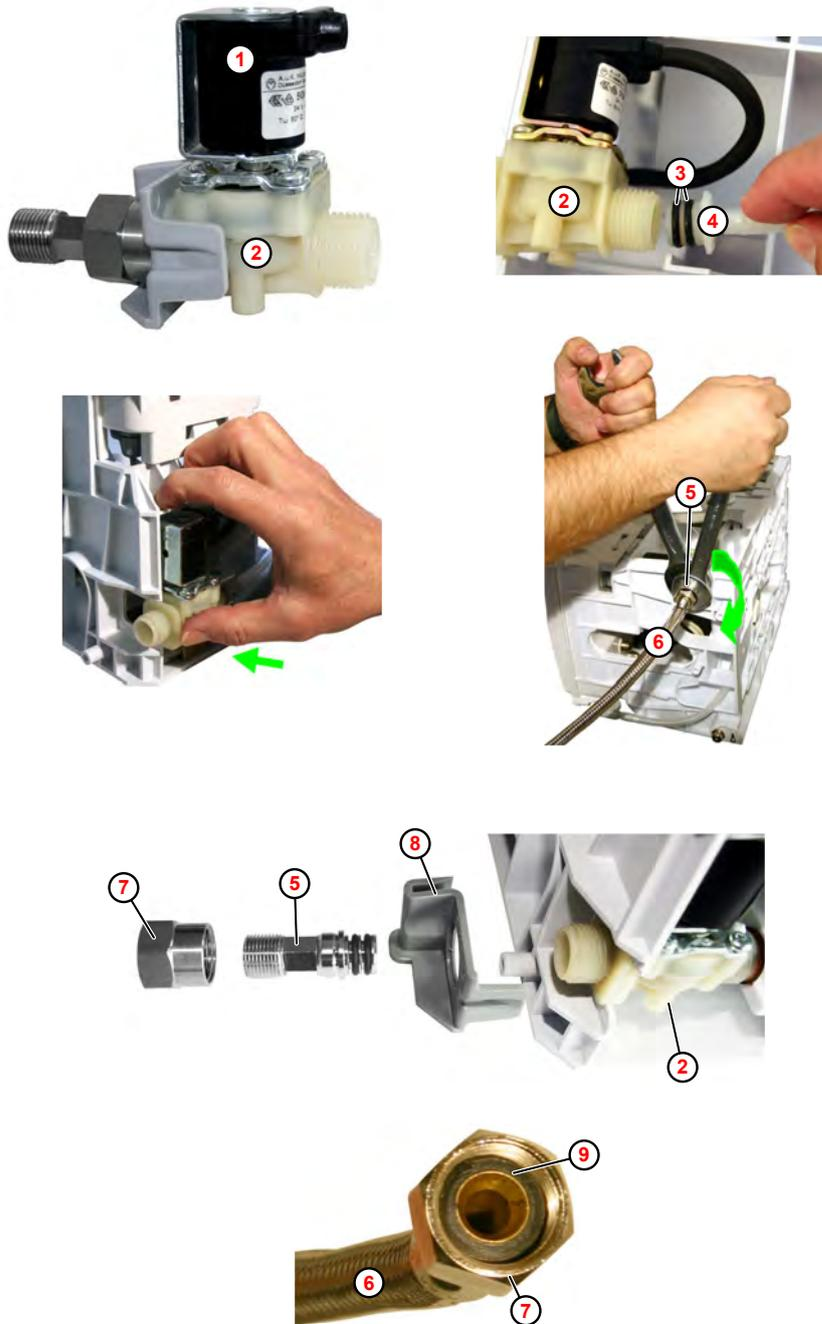

Abb. 21: Montage Magnetventil
1. Spule (Abb. 21 , ①) gegen Ventilkörper ② drücken und gleichzeitig im Uhrzeigersinn (nach rechts) ca. 30° drehen, bis die Spule hörbar einrastet.
2. O-Ringe ③ am Anschlussripfel ④ mit einem fusselreien Lappen reinigen.
3. Verbindungsripfel ④ in Ventil ② einführen bis es mit dem Ventilgehäuse bündig ist.
5. Halteelement ⑧ auf den Ventilkörper und das Gehäuse aufstecken.
6. Anschlussadapter ⑤ vorsichtig in den Ventilkörper stecken (schwergängig).
7. Überwurfmutter ⑦ auf den Ventilkörper aufschrauben.
8. Zulaufschlauch ⑥ auf den Anschlussadapter aufschrauben.